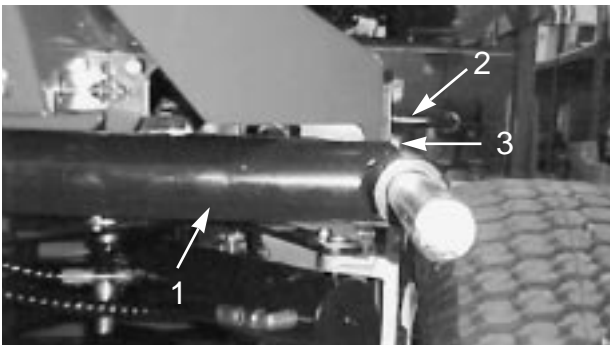
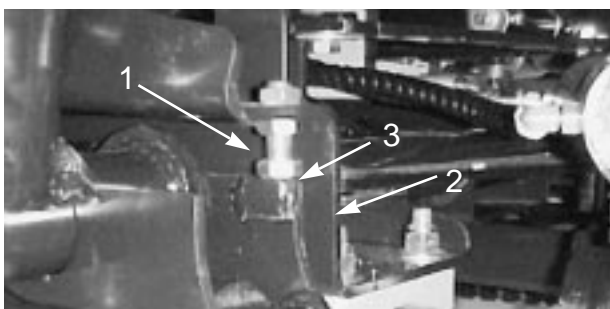
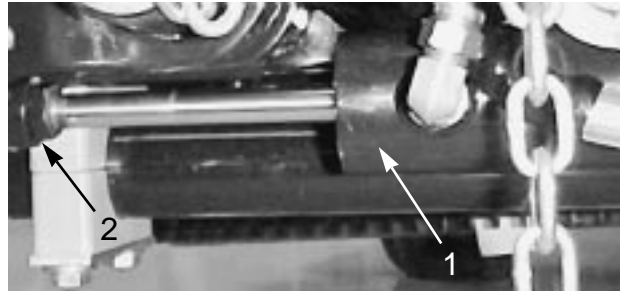

図 10
図 11
図 12
1. エンジンを始動し、デッキを上昇させ、各昇降アームとフロア・プレート・ブラケットの間のすきまを測定する（図10）。この値が5～8 mmの間でない場合は、ストップボルト（図11）を戻し、シリンダ（図12）を調整して隙間を作る。シリンダの調整は、シリンダについているジャムナットを戻し、ロッドの端部からピンを抜いてクレビスを回転させて行う。調整が終わったらピンを取り付けて隙間の大きさを確認し、必要に応じて再調整する。
2. 各昇降アームとストップボルトとの隙間（図11）が0.13～1.0 mmの間にあるかどうか点検する。この範囲になればストップボルトを調整する。